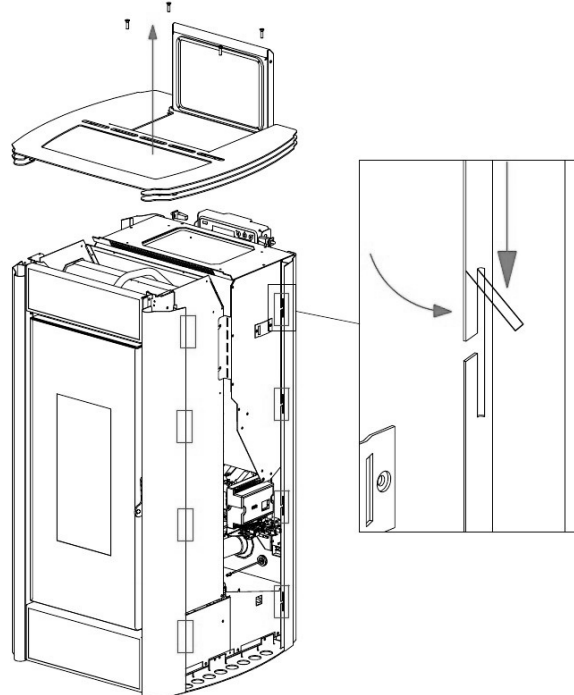

Fig. 40 - Plier les languettes
- Avec le doigt, plier les languettes supérieures qui sont positionnées sur les profils noirs, vers l'extérieur (voir **Fig. 40**).